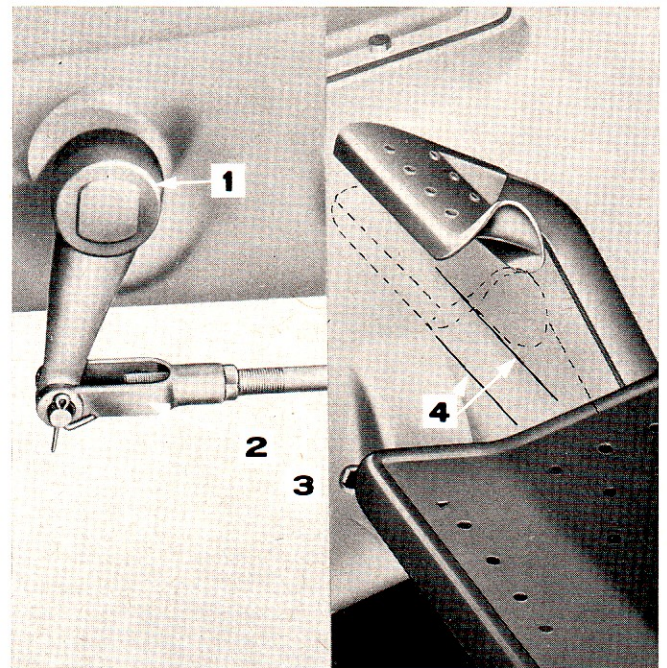

Figure 5: Réglage de la garde à la pédale de débrayage
2. Extraire la goupille fendue de l'axe de chape, desserrer le contre-écrou, puis extraire l'axe raccordant la tringle au levier de débrayage (Figure 5).